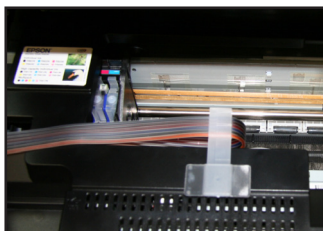
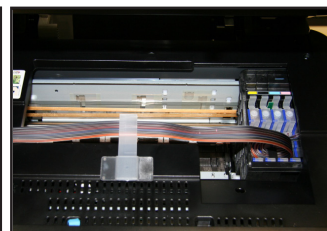

рис. 11
рис. 12
8. Передвиньте каретку в крайнее левое положение (рис. 11) затем в крайнее правое положение (рис. 12), проверьте, не перекручивается ли шлейф и не мешает ли